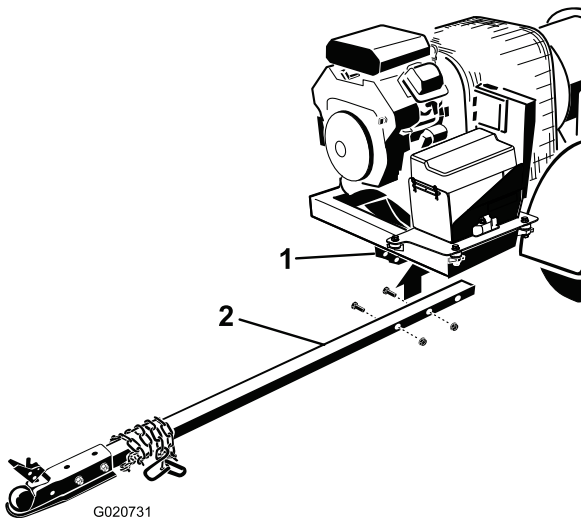

Figura 6
2. Inserite il tubo dell'attacco di traino nelle staffe del telaio (Figura 6). Fissate il tubo al telaio con 2 bulloni (3/8 x 3 poll.) e dadi flangiati (3/8 poll.).